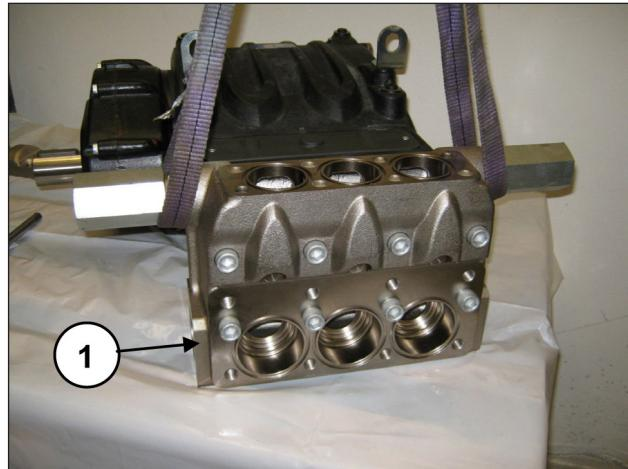

Fig. 162
Montare la testata sul carter pompa (pos. ①, Fig. 162) facendo attenzione a non urtare i pistoni ed avvitare le 8 viti M16x150 (pos. ①, Fig. 163).